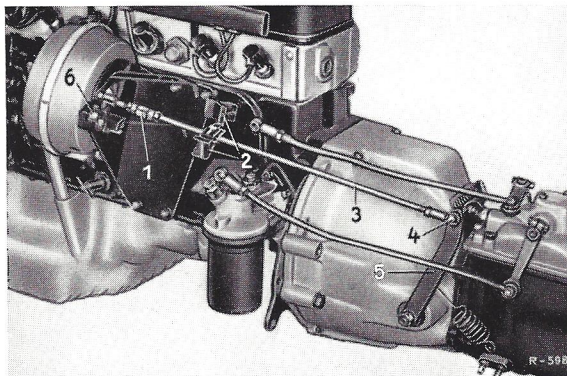

Bild 25-0/14
Der Leerweg der mechanischen Trennkupplung wird an dem Spannschloß (1) der Zugstange (3) vom Servo-Aggregat zum Ausrückhebel (5) der Kupplung eingestellt (Bild 25-0/14).